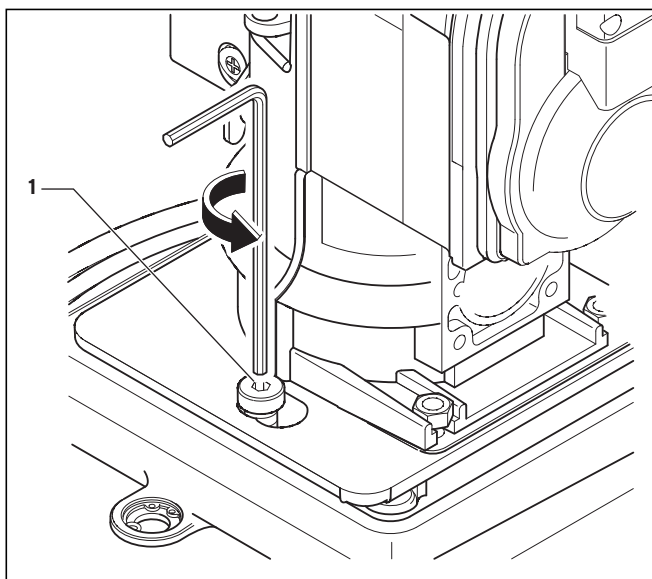

Fig. 7.3 Desserrage de la vis de service
- Desserrez le tuyau d'air fourni du ventilateur et la vis de service (1) (voir Fig. 7.3) au niveau du collet du brûleur.